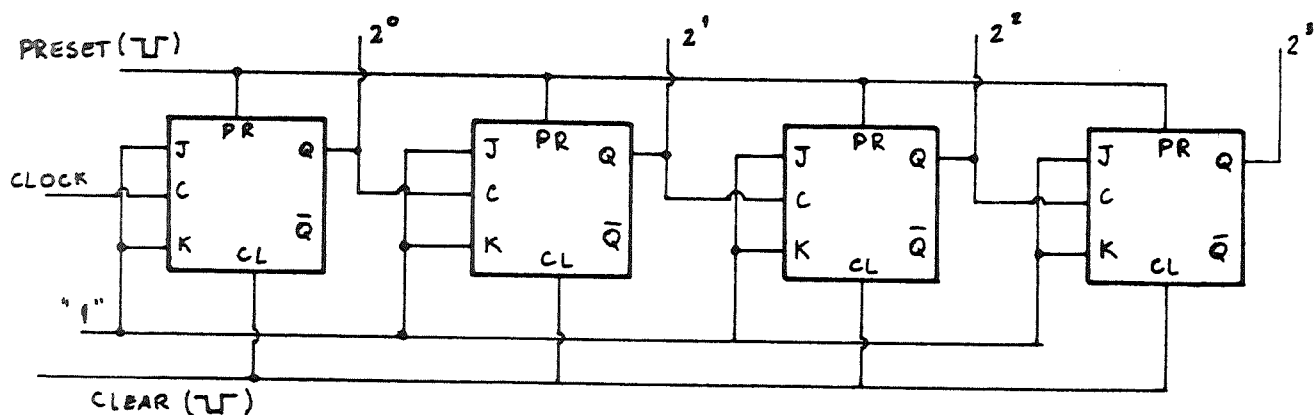

Figura 9.1
- 2.1. Implementar o contador assíncrono para cima "UP=COUNTER" como o da figura 9.1.